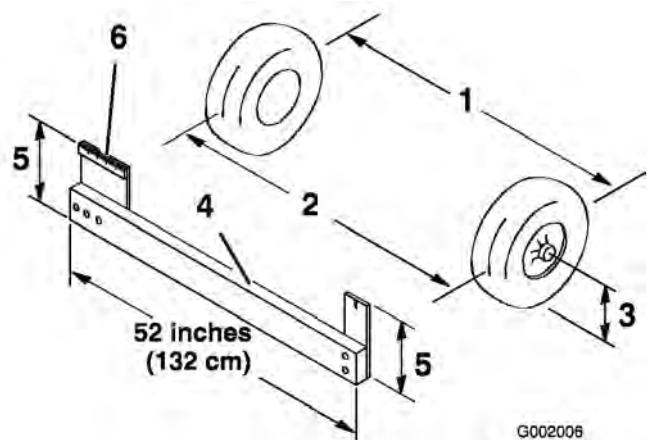

図 57
- 前輪の前と後ろで、左右のタイヤの中央線間距離を測る；計測はアクスルの高さで行う（図 57）。前輪の後ろで、アクスルの高さで測定を行うには市販または手製のトーイン測定器が必要となる。前後の計測とも同じ道具を使用し、アクスルの高さで正しく測定すること（図 57）。